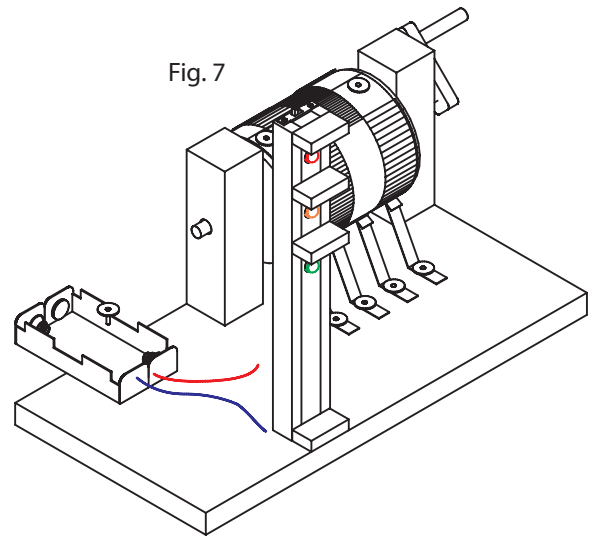

Fig. 7
8. Encolar el portapilas (9) en el sitio para ello previsto en la placa base, y fijar con una chincheta. (Ver Fig. 7).